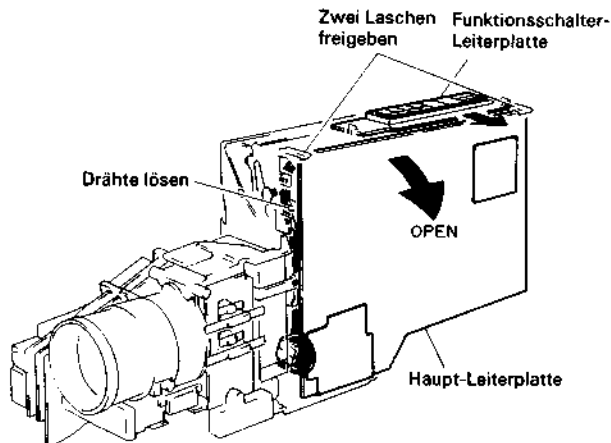
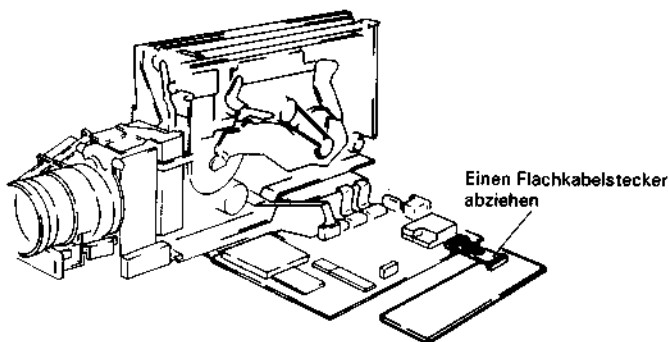

Abb. 2.12 Ausbau der Funktionsschalter-Leiterplatte
Abb. 2.13 Ausbau der Funktionsschalter-Leiterplatte
Ausbau der Funktionsschalter-Leiterplatte (Abb. 2.12, 2.13)
1. Elf (11) Drähte aus der Kabelbride lösen (siehe Abb. 2.12).
2. Die zwei (2) Laschen lösen, mit welcher die Haupt-Leiterplatte befestigt ist.
5. Einen (1) Flachkabelstecker (CN005) abziehen (siehe Abb. 2.13).
1. Die Funktionsschalter-Leiterplatte ausbauen (siehe Abb. 2.12, 2.13).
1. Die Haupt-Leiterplatte und die Funktionsschalter-Leiterplatte öffnen (siehe Abb. 2.12).